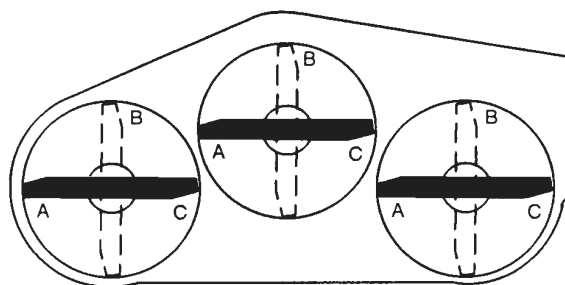

Bild 21
6. Den bei “A” gemessenen Abstand vermerken, die Messerbalken in die “B”-Stellung bringen (Bild 21), den Abstand zwischen allen Messerbalkenspitzen zur ebenen Fläche messen und dieses Maß vermerken (Bild 22).
7. Die Messerbalken in die "C"-Stellung drehen, das Maß wie oben nehmen und den gemessenen Abstand für jeden Messerbalken vermerken (Bild 21, 22).